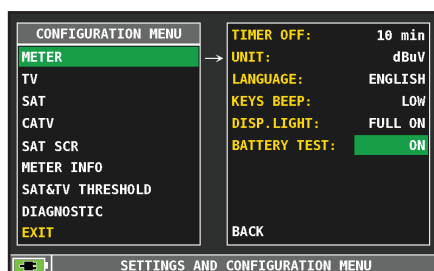

FIG. 2*
- Sélectionnez «METER» (Fig. 2) et Appuyez sur «ENTER» pour confirmer;
- Sélectionnez «BATTERY TEST» puis «ON» (Fig. 2);